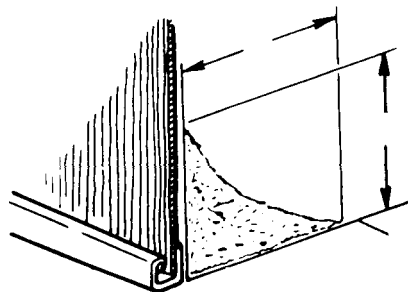

Abb. 11
- Legen Sie rund um das Pool am Fuß des Stahlmantels mit dem Sand eine 15 cm hohe und 20 cm breite Hohlkehle an (**Abb. 11**).